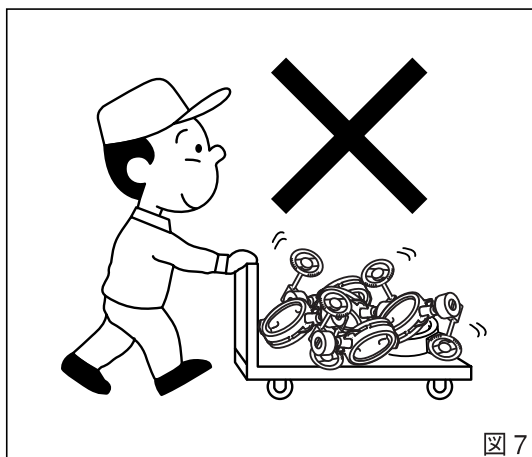

図 7
- 積載時の注意：積載はできるだけ梱包状態で、輸送中に荷崩れを起こさないように積載ください。また、開梱された状態で輸送する場合は、製品に無理な力がかからないよう積載の上、必ずシートをかけ、ホコリなどを防いでください。（図7）